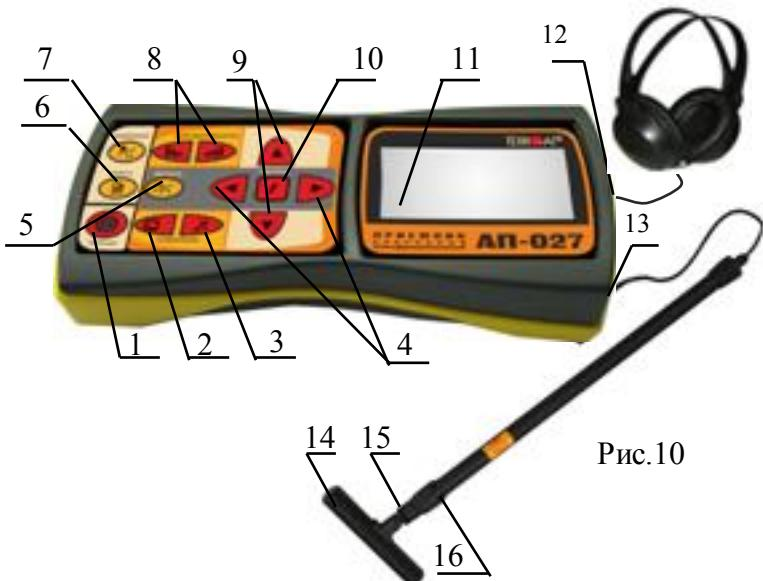
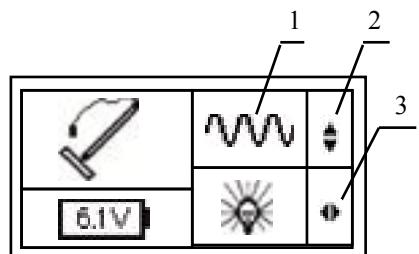
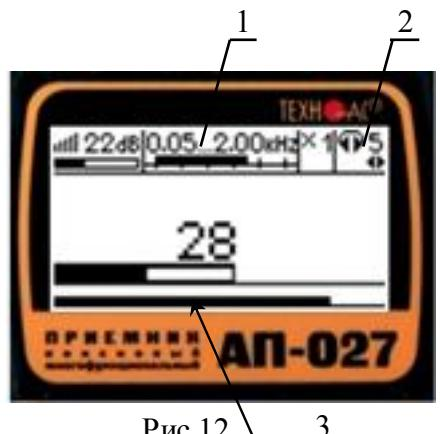
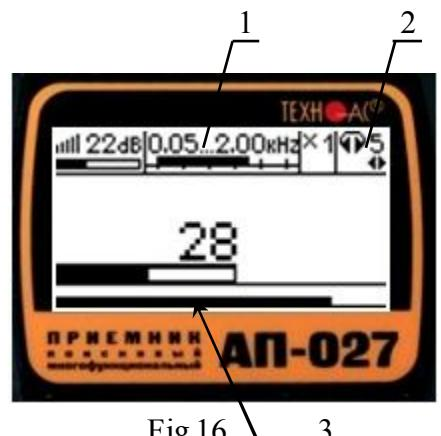

Рис.10
Рис.11
Рис.12
Fig.16
**4.2.4** Проверить вид принимаемого сигнала (поз.1 рис.6). Принимаемый сигнал «утечка » выбирается автоматически, работа в режиме течепоиска. При появлении на индикаторе символа «удары », что могло произойти в результате случайного нажатия на кнопки, следует выбрать в стартовом окне символ «утечка » любой из кнопок ▲/▼ поз.9 рис.10. (см. подсказку поз.2 рис.11)
Используемое оборудование (рис.10): приемник АП-027, электромагнитный датчик ЭМД-237, головные телефоны.
Подключить к соответствующим разъемам приемника электромагнитный датчик поз.13 рис.10 и головные телефоны поз.12 рис.10 (при необходимости).
Привести электромагнитный датчик из транспортного в рабочее положение для этого: ослабить стопорную гайку поз.16, раздвинуть штангу до требуемого размера и зафиксировать стопорной гайкой. Ослабить фиксирующую гайку поз.15 и установить электромагнитную антенну поз.14 датчика в положение, используемое в трассопоиске. Горизонтальное положение (рис.10) – трассопоиск по методу максимума, транспортное положение – трассопоиск по методу минимума.
5.2.1 Включить питание приемника АП-027 кнопкой ① поз.1 рис. 10.
5.2.2 В «стартовом» окне рис.11 на индикаторе приемника проверить:
5.2.3 Проверить вид принимаемого сигнала поз.1 рис.11. Принимаемый сигнал «непрерывный » выбирается автоматически. При появлении на индикаторе значка «импульсный », что могло произойти в результате случайного нажатия на кнопки, следует выбрать в стартовом окне символ «непрерывный » любой из кнопок / поз.9 рис.10. (см. подсказку поз.2 рис.11)
5.2.4 Установить необходимый уровень подсветки индикатора приемника, используя для этого кнопки / поз.4 рис.16 (см. подсказку поз.3 рис.11).
5.3.1 Запустить режим «измерение» кнопкой поз.7 рис.10.
5.3.2 Выбрать режим «широкая полоса» нажатием на кнопку фильтр поз.5 рис.10. На индикаторе появится символ широкой полосы поз.1 рис.12.
В случае трассировки кабеля под напряжением или трубы провода с катодной защитой выбрать частоту 100 /120 Гц, нажав кнопку «частота» поз.10 рис.10, используя
для этого кнопки  $\blacktriangle/\blacktriangleright$  поз.4 рис.10. Наблюдать за величиной выбранной частоты на индикаторе поз.1 рис.12. Например, при выборе частоты 50/60 Гц появится символ
**5.3.3** Выйти из режима регулировки фильтра, нажатием кнопки «частота»  $f$  поз.10 рис.10. На индикаторе в зоне окна поз.1 рис.12 исчезнет указатель подсказки  $\blacktriangle/\blacktriangleright$  и появится в зоне поз.2 рис.12 (возможность регулировки звука).
**5.3.4** Установить комфортную громкость звука в телефонах поз.2 рис.12 кнопками  $\blacktriangle/\blacktriangleright$  поз.4 рис.10 (если кнопки не используются для регулировки фильтра).
**5.3.5** Установить уровень входного сигнала кнопками «чувствительность»  $\parallel\parallel$  и  $\perp\perp$  поз.8 рис. 10 по индикатору «узкая шкала» (предпочтительно на 50...70% от максимума) поз.3 рис. 12.
**5.3.6** Установить необходимый коэффициент усиления фильтрованного сигнала множителем « $\times 1/2/4/8$ » нажимая на кнопки  $\blacktriangle/\blacktriangleright$  поз.10 рис.10, не допуская при этом перегрузки.
этого включить режим «измерение» кнопкой  поз.7 рис.10., выбрать режим «широкой полосы», то есть выключить фильтр кнопкой  поз.5 рис.10.
**5.5.3** Для определения кабелей (из числа найденных коммуникаций), находящихся под напряжением промышленной частоты 50...60 Гц, используется режим 50...60 Гц. В этом режиме из широкого спектра сигнала выделяется лишь небольшая полоса частот с центральной частотой 50...60 Гц. Для входа в режим 50...60 Гц включить фильтр кнопкой  поз.5 рис.10, нажать на кнопку частота **f** поз.10 рис.10 и выбрать центральную частоту фильтра 50...60 Гц кнопками / поз.4 рис.10.
**5.5.4** Наблюдать за величиной выбранной частоты на индикаторе поз.1 рис.16. При выборе частоты 50/60 Гц
Выйти из режима регулировки фильтра, нажатием кнопки «частота» **f** поз.10 рис.10. На индикаторе в зоне окна поз.1 рис.16 исчезнет указатель подсказки  и появится в зоне поз.2 рис.16 (возможность регулировки звука).
**5.5.5** Установить комфортную громкость звука в телефонах поз.2 рис.16, для этого нажать на кнопку режима звуковой индикации поз.3 рис.10 и отрегулировать громкость кнопками / поз.4 рис.10 (если кнопки не используются для регулировки фильтра).
**5.5.6** Установить уровень входного сигнала кнопками «чувствительность»  и  поз.8 рис. 10 по индикатору «узкая шкала» (предпочтительно на 50...70% от максимума) поз.3 рис. 16.